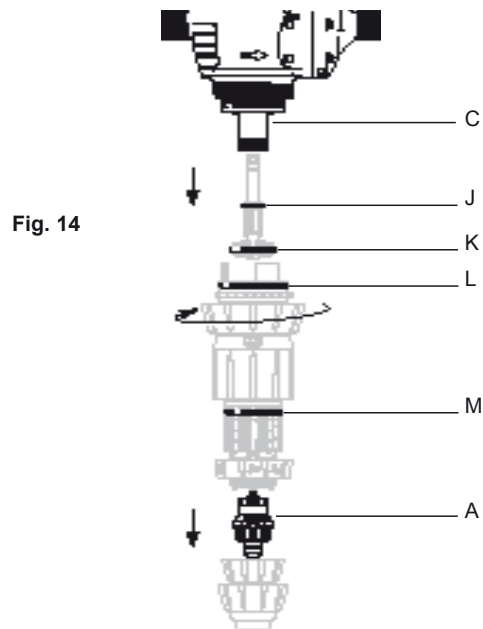

Fig. 14
- Cambiar el cuerpo de aislamiento (**Fig. 14-C**), las juntas (**Fig. 14-J/K/L/M**) y la válvula de aspiración (**Fig. 14-A**).